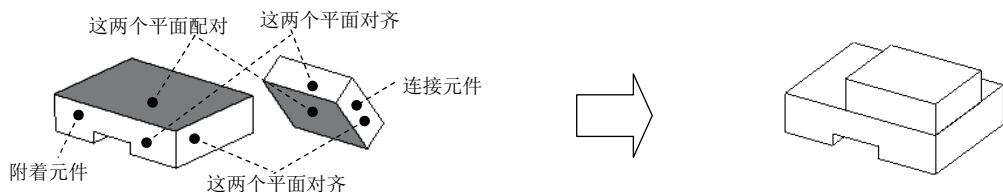

图 13.2.8 刚性 (Rigid) 接头
刚性接头如图 13.2.8 所示，它在改变底层主体定义时将两个元件粘接在一起。刚性接头的连接元件和附着元件间没有任何相对运动，它们构成一个单一的主体。
(1) 在操控板的约束集列表选取 刚性选项。
(2) 单击操控板中的 放置按钮。
(3) 定义“重合”约束（一）。选取图 13.2.8 中两个要配对的表面；选择约束类型为 重合。
(4) 定义“重合”约束（二）。选取图 13.2.8 中两个要对齐的表面；选择约束类型为 重合。
(5) 定义“重合”约束（三）。选取图 13.2.8 中另外两个要对齐的表面；选择约束类型为 重合。